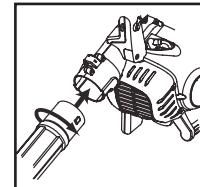

Fig. 01
- 3.** Gire o tubo superior no sentido horário até que este se encaixe e trave (Fig. 01).